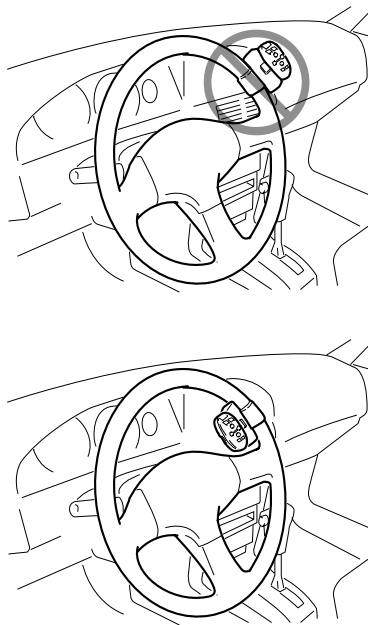

Fig. 7
- Non applicare questa unità alla circonferenza esterna del volante, altrimenti disturba la stabilità di guida e causa incidenti stradali. Applicare sempre l'unità alla circonferenza interna del volante come illustrato. (Fig. 7)